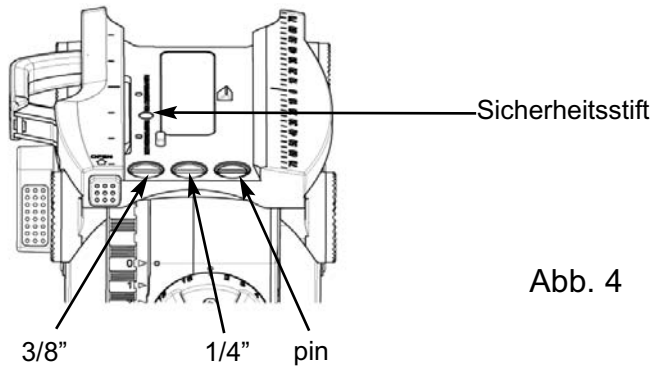

Abb. 4
- > Falls Sie Ihre Kamera entweder mit einer 3/8" Schraube und einer 1/4" Schraube oder mit einer 1/4" Schraube und einem Pin befestigen wollen, haben Sie die Möglichkeit, die in den Parkpositionen (siehe Abb. 4) positionierten Schrauben zu verwenden.
HINWEIS: Um den Sideload Hebel ohne eingelegte Kameraplatte zu schließen (z. B. zum Transport), drücken Sie während des Schließvorgangs den Sicherungsstift (Abb. 4).